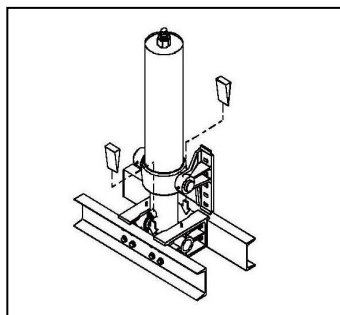

图 7 Рисунок 7
- 取下吊索后，油缸有可能倒向驾驶室，会对人员造成伤害或对零部件造成损坏。为保持油缸处于正确位置，在油缸和支撑横梁间插入木楔（见图 7），固定好油缸后取下吊索。
- После снятия стропы существует вероятность падения цилиндра назад в сторону кабины, что может привести к травмам персонала или повреждению деталей.Чтобы удержать цилиндр в правильном положении, вставьте деревянный клин между цилиндром и опорной балкой (см. рис. 7), зафиксируйте цилиндр и снимите стропу.